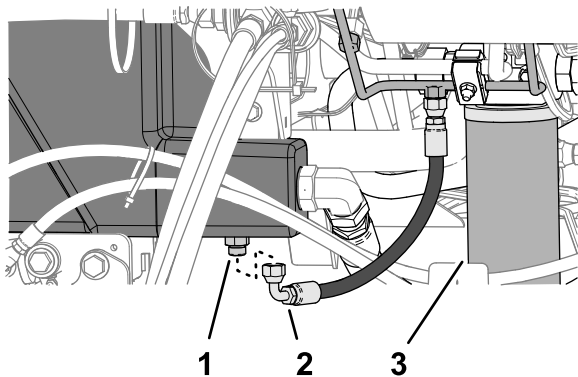

Figura 143
2. Coloque um grande recipiente de drenagem por baixo da união reta (Figura 143) do depósito hidráulico; consulte a Verificação do nível do fluido hidráulico \(página 78\).